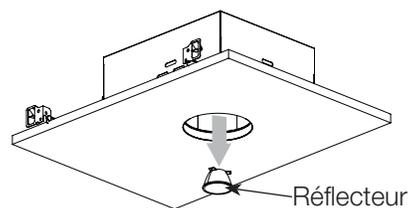

Figure 14
4. Remplacement d'un module d'éclairage sur le terrain (**Figure 14**).